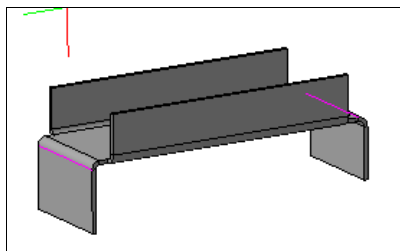

Рис. 22.10. Листовая деталь Кронштейн
- ◆ нажмите кнопку **Создать объект**. Сгиб по линии создан. В Дереве модели появился элемент **Сгиб по линии** со своей пиктограммой. Аналогично создайте сгиб по линии с другой стороны. У вас должна получиться деталь, как на рис. 22.10. Не забудьте сохранить изменения в листовой детали.